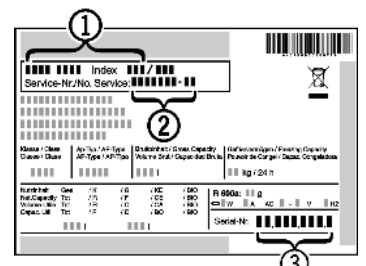

Fig. 10
*Fig. 10 (1)*, service-nr. *Fig. 10 (2)* en serie-nr. *Fig. 10 (3)* van het typeplaatje aflezen. Het typeplaatje bevindt zich aan de linkerkant binnen in het apparaat.
- ▶ Contact opnemen met de Technische Dienst en het probleem, apparaataanduiding *Fig. 10 (1)*, service-nr. *Fig. 10 (2)* en serie-nr. *Fig. 10 (3)* mededelen.